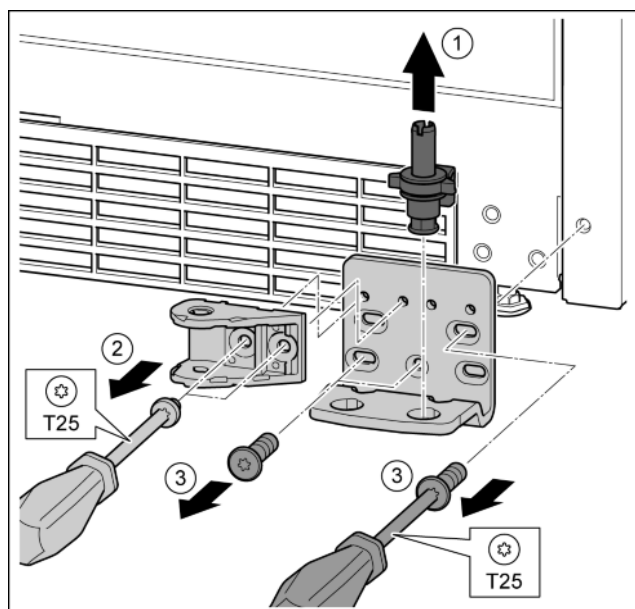

Fig. 30
- ▶ Kompletną płytkę zawiasu wyjąć w górę. Fig. 30 (1)
- ▶ Śruby wykręcić przy pomocy śrubokręta T25 i zdjąć połączenie amortyzatora zamykania. Fig. 30 (2)
- ▶ Śruby wykręcić przy pomocy śrubokręta T25 i zdjąć płytkę zawiasu. Fig. 30 (3)